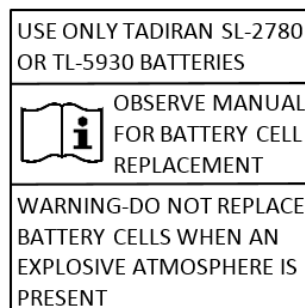

Figura 5-1: Rótulo de advertência do conjunto da bateria
- sejam projetados para substituição das células da bateria. Elas conterão o rótulo ilustrado em Figura 5-1. Conjuntos de bateria sem esse rótulo não podem ser abertos.